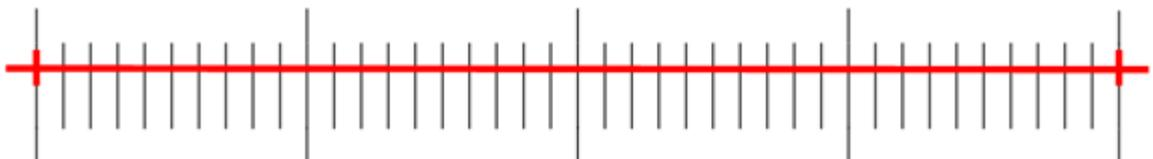

Abbildung 12-8
4. Der Mindestbereich des gewählten Mikrometers beträgt 0,01 mm (10 Mikrometer). Abbildung 12-8 zeigt das Bild unter einem 10x-Objektiv. Zu diesem Zeitpunkt ist die *Vergrößerung* auf 10x eingestellt, die *Einheit* ist als μm markiert und die *Länge* ist auf 0 eingestellt.